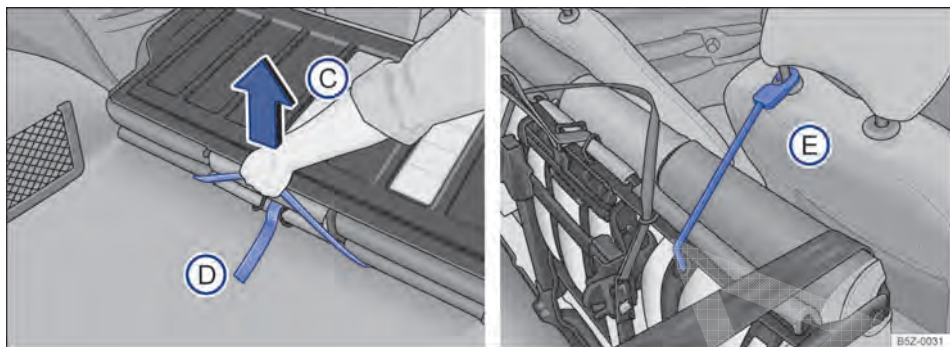

Fig. 75 Banco traseiro: alça para destravamento do conjunto do assoalho (C); cinta elástica vermelha para fixação na haste do apoio para cabeça (E).
- Puxar a alça preta → Fig. 75 (C) para destravar o conjunto do assoalho e, ao mesmo tempo, levantar **cuidadosamente** na direção dos bancos dianteiros.
- Localizar a cinta elástica vermelha alojada na parte inferior do assento do banco e, encaixar o gancho dessa cinta na haste do apoio para cabeça do banco do passageiro → Fig. 75 (E), imobilizando o conjunto.
- Soltar o gancho da cinta elástica vermelha da haste do apoio para cabeça do banco do passageiro → Fig. 75 (E) e, encaixar debaixo do banco traseiro.
- Puxar a alça vermelha → Fig. 75 (D) para destravar o encosto e, ao mesmo tempo, recolocar o encosto na posição original.